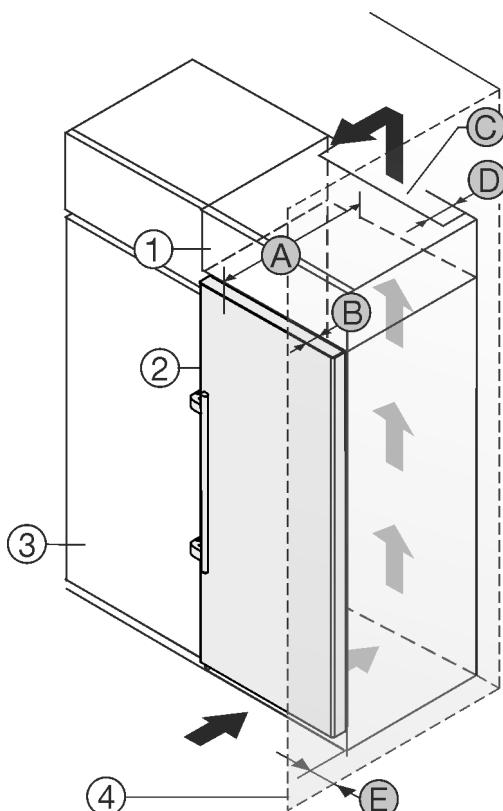

Fig. 2
- (1) Шкаф-пристройка * (B) Дълбочина на вратата *
- (2) Уред * (C) Вентилационно напречно сечение *
- (3) Кухненски шкаф * (D) Разстояние до гърба на уреда *
- (4) Стена * (E) Разстояние до страната на уреда *
- (A) Дълбочина на уреда *
Можете да поставите уреда непосредствено до кухненския шкаф Fig. 2 (3).*
От задната страна на шкафа-пристройка трябва да има вентилационен отвор с дълбочина Fig. 2 (D) по цялата широчина на шкафа-пристройка.*
Под тавана на помещението трябва да е спазено сечението за вентилация Fig. 2 (C).*
Когато уредът се поставя с пантите до стена Fig. 2 (4), разстоянието между уреда и стената трябва да е поне 57 mm. Това отговаря на разстоянието, с което дръжките стърчат при отворена врата.*
За да можете да отваряте вратата изцяло, уредът трябва да е издаден с дълбочината на вратата Fig. 2 (B) спрямо челото на кухненския шкаф. В зависимост от дълбочината на кухненските шкафове Fig. 2 (3) и използването на детайли за отстояние от стената, уредът може да излезе още по-напред.*